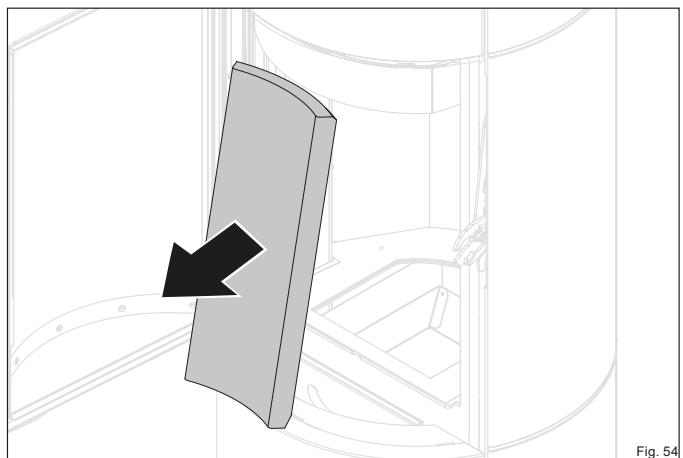

Fig. 54
- Retirez la pierre thermique arrière (Fig. 54).